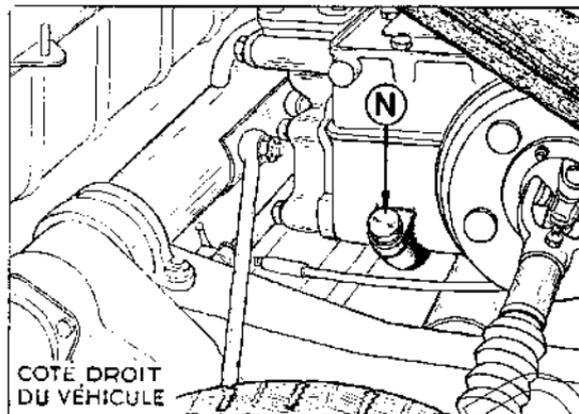

Fig. 22. — BOUCHON DE REMPLISSAGE DE LA BOÎTE DE VITESSES
- a) vérifiez le niveau de l'huile dans la boîte (N, fig. 22). Le niveau doit arriver au ras du bouchon. Faites l'appoint s'il y a lieu (S.A.E. 80 « extrême pression ») ;
en VB) et de remettre un litre très exactement d'huile S.A.E. 80 (fig. 22).